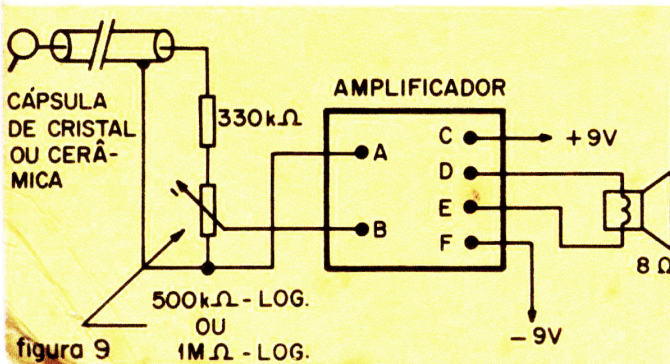

figura 9
1. ligue uma cápsula de alta impedância (cerâmica ou de cristal) aos terminais A e B. Conforme ilustrado na figura 9, a malha de blindagem do cabo é ligada ao terminal A. O condutor interno é ligado a um resistor de $330\text{k}\Omega$, em série com um potenciômetro logaritmico de $500\text{k}\Omega$ ou $1\text{M}\Omega$. A extremidade livre do potenciômetro é ligada ao terminal A e o cursor ao terminal B (ver figura 9a). Se em lugar da cápsula for empregada uma fonte de sinal de baixa impedância (4 a 16Ω), elimine o resistor de $330\text{k}\Omega$ e altere para $10\text{k}\Omega$ ou $20\text{k}\Omega$ o valor do potenciômetro;
3. ligue a fonte de alimentação conforme indicado na figura 9: pólo positivo ao terminal C e pólo negativo ao terminal F. A tensão de alimentação (9V) pode ser fornecida por um conjunto de 6 pilhas comuns de lanterna, ligadas em série, ou por um eliminador de pilhas (9V , 150mA). O valor da tensão de alimentação não pode ultrapassar 10V , em nenhuma circunstância, sob pena de imediata destruição do aparelho;